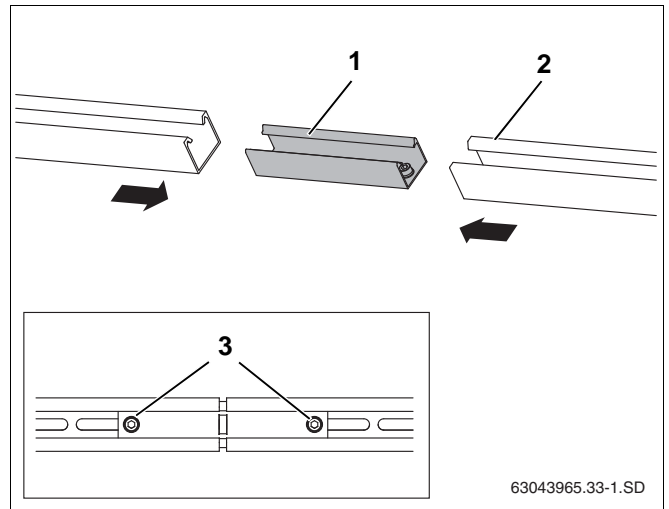

Fig. 31 Forbindelse af profilskinner
- ▶ Sæt stikforbinderne (fig. 31, **pos. 1**) ind i begge profilskinner (fig. 31, **pos. 2**) indtil anslag.
- ▶ Stram begge formonterede gevindstifter M10 (fig. 31, **pos. 3**) i stikforbinderen med nøgle SW5 for at låse.